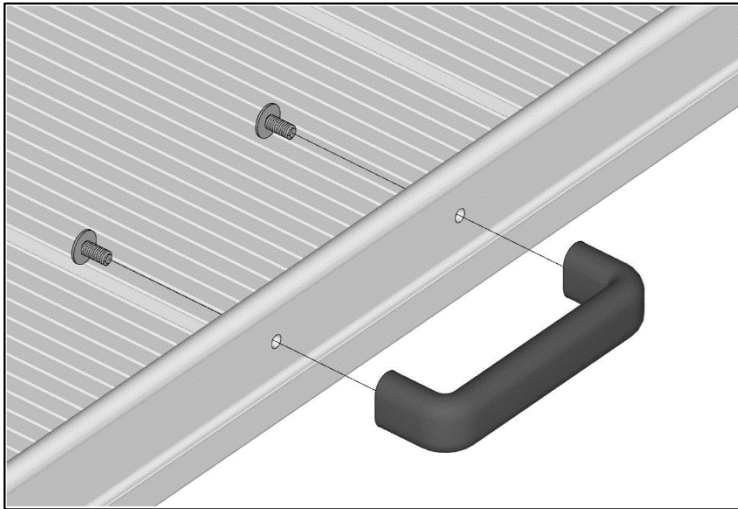

FIG. 1
- Bevestig de bijgeleverde handvaten aan de hellingbanen met de bijgeleverde bouten (Zie montage tekeningen: Fig 1).